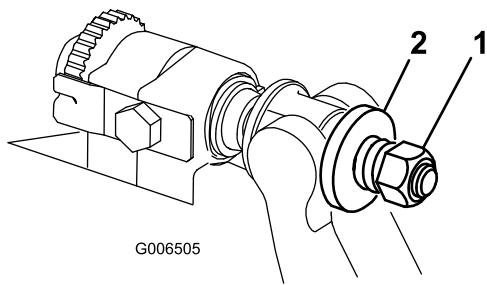

図 27
4. スプリングがつぶれるまでテンション・ナットを締め、そこから半回転戻す図27。